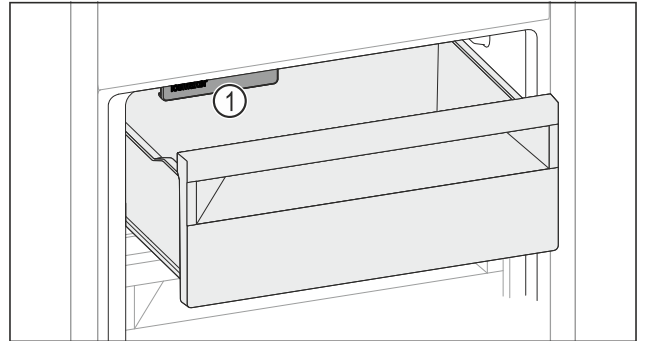

Fig. 223
- ▶ IceMaker Fig. 223 (1) berücksichtigen.